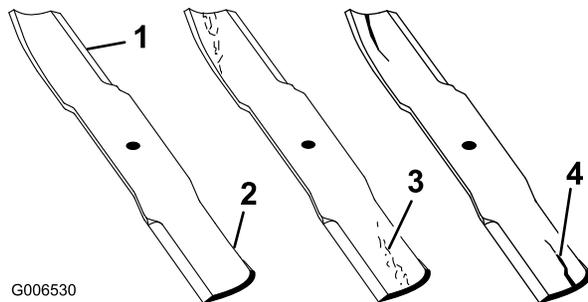

Figure 85
1. Examinez le tranchant des lames (Figure 85). Si les lames coupent mal ou présentent des indentations, déposez-les et aiguissez-les (voir Aiguisage des lames).
2. Inspectez les lames, surtout la partie relevée (Figure 85). Remplacez immédiatement toute lame endommagée, usée ou qui présente une entaille (Figure 85).